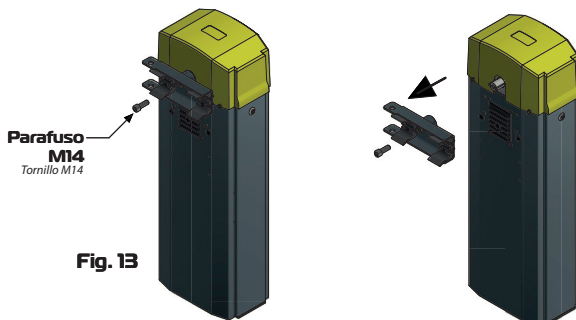

Fig. 13
- 2 - No kit de instalação acompanha um parafuso Allen M14. Utilize para sacar o suporte de barreira conforme ilustra a Fig. 13
2 - En el Kit de instalación se incluye un tonillo Allen M14. Utilice para sacar el soporte de la barrera como muestra la Fig. 13.